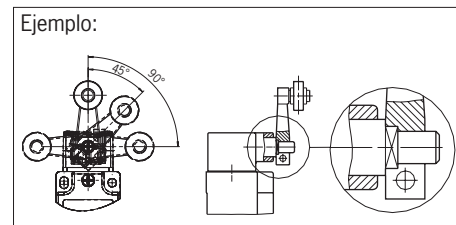

Fig. 2: Ajuste vertical del actuador
▶ El actuador (palanca de roldana) debe fijarse en unión positiva al árbol de accionamiento. Los lados del actuador y del árbol de accionamiento deben tocarse (véase la Fig. 2).